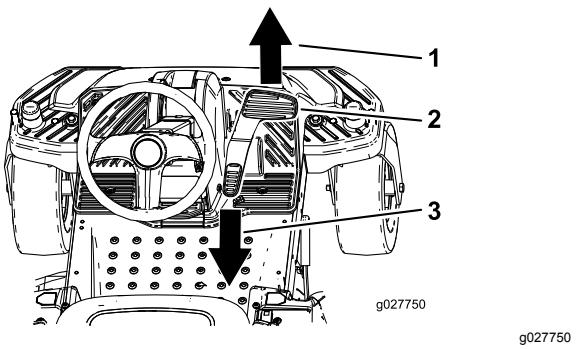

Figura 13
- Ponga el pie sobre el pedal de control de tracción y pise lentamente la parte superior del pedal para desplazarse hacia adelante, o presione la parte inferior del pedal para desplazarse hacia atrás (Figura 13).